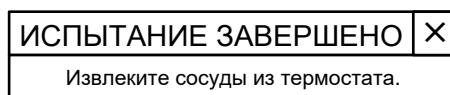

Рисунок 6 – Сообщение «Испытание завершено»
4.5.4 После истечения времени испытания подаётся периодический звуковой сигнал и выводится сообщение (рисунок 6).